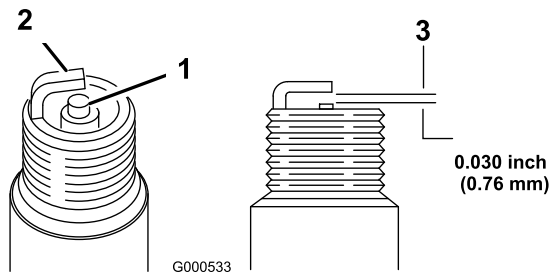

Figure 29
- Réglez l'écartement des électrodes à 0,76 mm (0,030 po) (Figure 29).